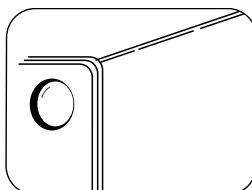

Figura 33
- Quite la lámpara de la toma. Reemplace la lámpara por una en perfecto estado (Ver figura 33).